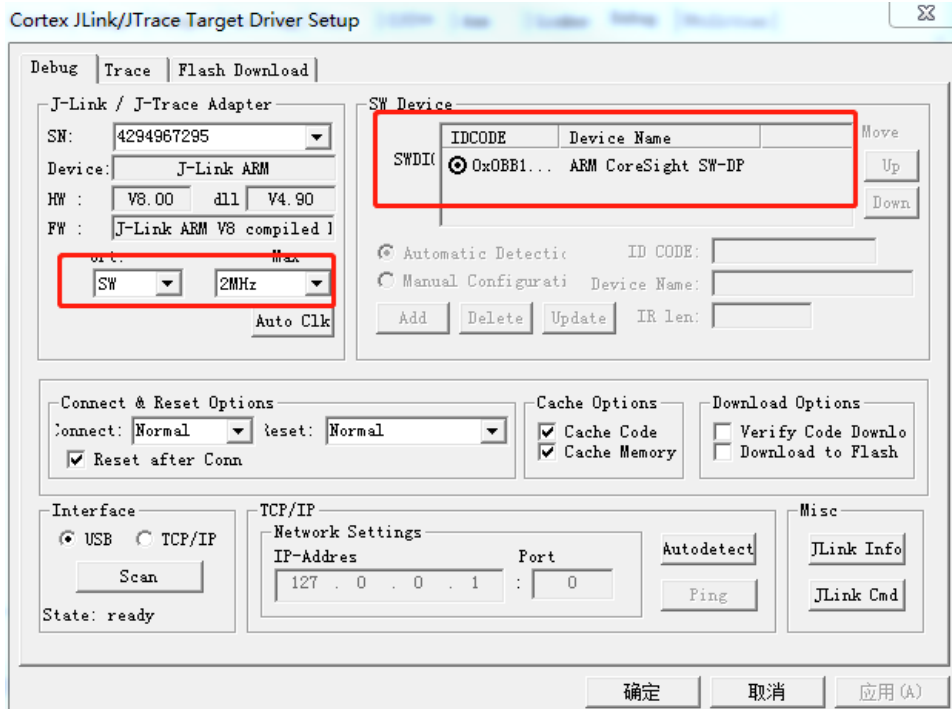

图 5.7 JLINK 模式设置
- ◆ 设置 JLINK 的参数，单击 Settings 按钮，弹出 Cortex JLink/JTrace Target Driver Setup 在 Debug 选项卡下选择 SW 模式，在 Flash Download 下面勾选 Reset and Run，如图 5.7，依次单击确定与 OK 关闭配置框。